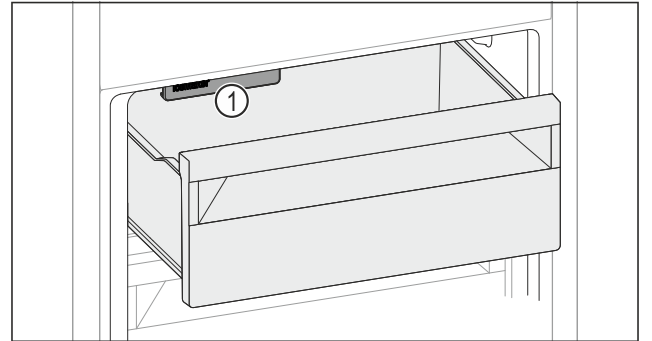

Fig. 126
- IceMaker Fig. 126 (1) modunu dikkate alın.